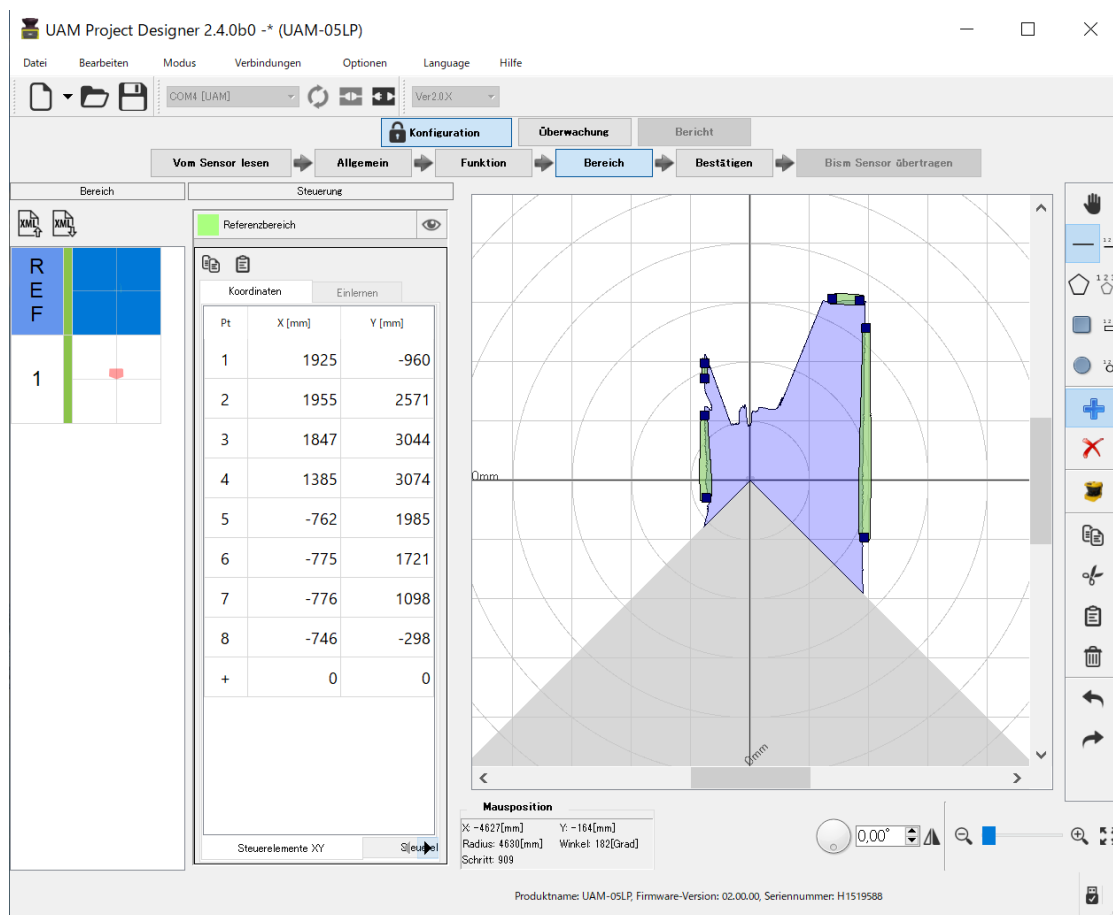

Abbildung 7-49 Konfigurationsbeispiel einer Referenzregion
- Der Hauptbildschirm zeigt die Konfiguration für die Referenzregion an (Abbildung 7-49). Der erste mit „REF“ gekennzeichnete Bereich in der Vorschau stellt den Referenzbereich dar.
Um beispielsweise die Verschiebung des Sensors durch Bezugnahme auf den Hintergrund zu überwachen, wählen Sie das Werkzeug zum Zeichnen von Linien und ziehen Sie mit der Maus per Drag & Drop ein Liniensegment über den Hintergrund. Die Referenzregion mit der \pm Toleranz wird an dieser Stelle erzeugt (Abbildung 7-49).